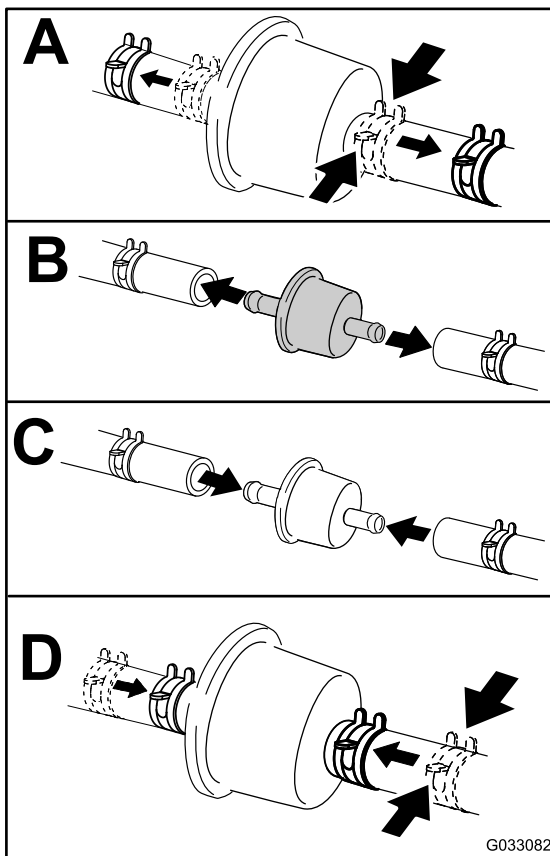

Figura 46
3. Sostituite il filtro (Figura 46).